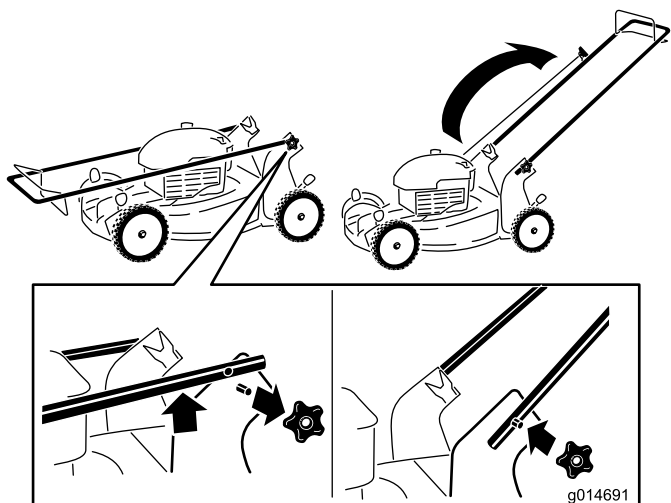

Figure 3
1. Retirez les boutons du guidon du carter du plateau de coupe (Figure 3).
3. Montez et serrez les boutons du guidon que vous avez retirés à l'étape 1 (Figure 3).